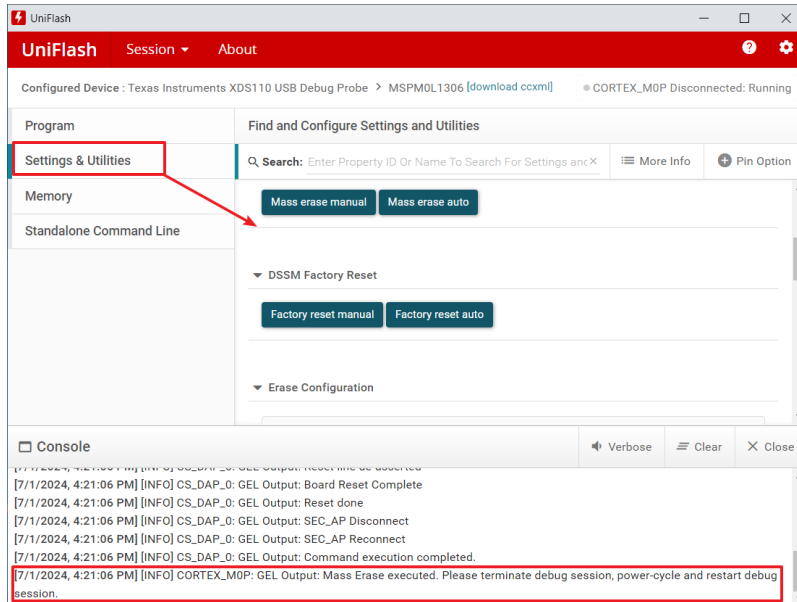

图 6-4. 通过 Uniflash 解锁
8.7.0.4818 版本以上的 Uniflash 还支持解锁 MSPM0。首先，按照步骤连接 MSPM0 与 Uniflash，如节 4.2.1.1 所示。然后，按照图 6-4 中的说明解锁 MSPM0。